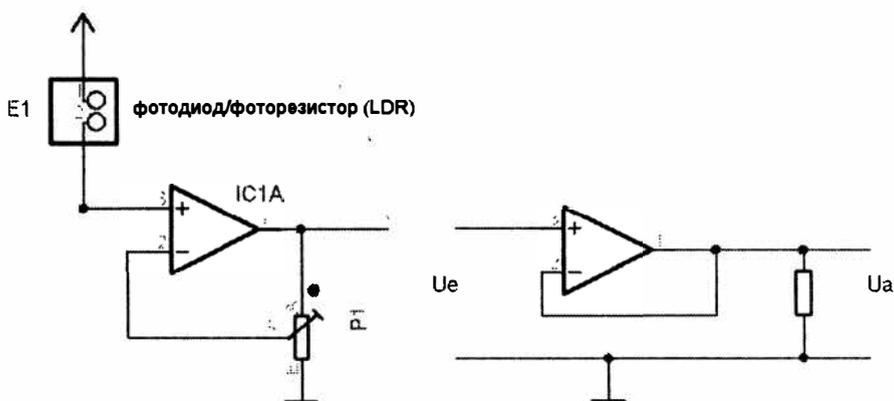
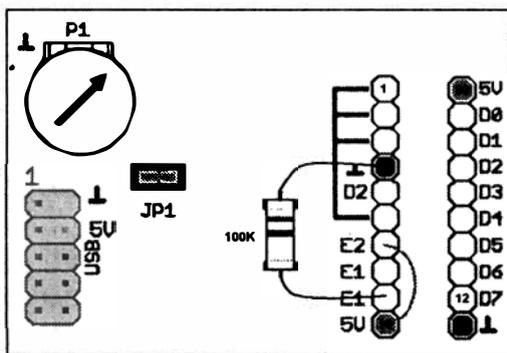

Рис. 10.10
Рис. 10.14
1. Потенциометр P1 находится в крайнем верхнем по схеме положении (рис. 10.10, слева). В этом случае выход ОУ соединен с инвертирующим входом (см. рис. 10.10, справа). Коэффициент усиления схемы с ОУ равен 1. Выходное напряжение U_a равно входному напряжению U_e .
выводом 4, (GND) 20-контактной панельки (рис. 10.14). С помощью проволочной перемычки соедините вывод 7 (E2) с выводом 10 (+5 В). Вставьте перемычку JP1. Установите потенциометр P1 в положение, соответствующее коэффициенту усиления усилителя, равного 1 (см. рис. 10.10).